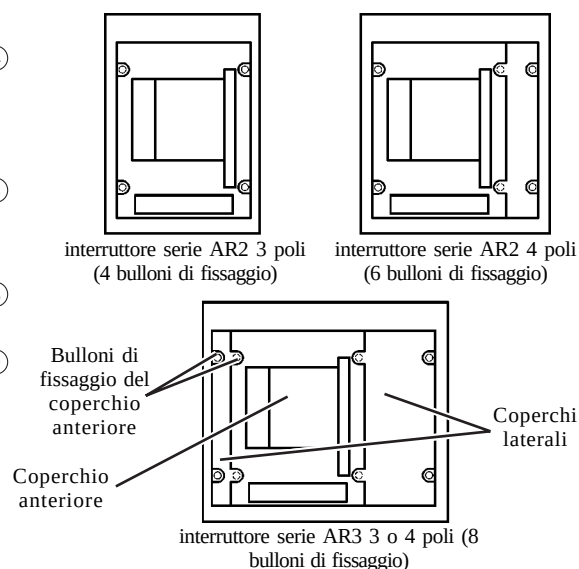

Fig. 23 Bulloni di fissaggio del coperchio anteriore
Rimuovere i coperchi laterali e anteriori per accedere agli accessori interni dell'interruttore (vedere Fig. 23).
- 2) Allentare i bulloni di fissaggio del coperchio (M5X20, con rondella piatta ed elastica) (Fig. 23) ruotandoli 5-6 volte.
- 1) Rimuovere i coperchi anteriori e laterali (Fig. 23).
- 1) Rimuovere i coperchi anteriore e laterale (Fig. 23).